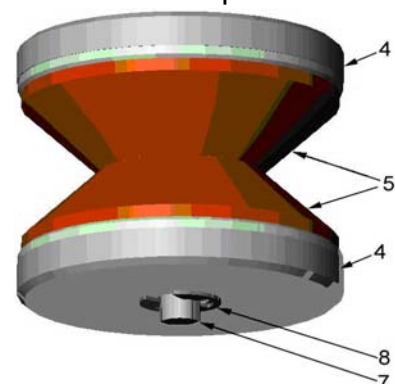

Figure 8
2.7 Fixez l'unité en installant un e-clip (élément n° 8) sur l'extrémité de la cartouche de la charge relais (voir Figure 8). Serrez à fond au niveau de l'e-clip.